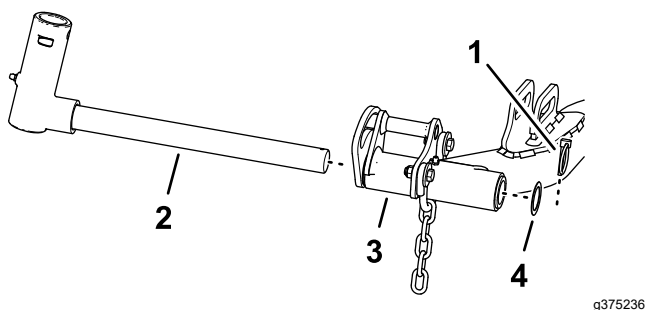

Figure 27
1. Retirez la goupille à anneau et la rondelle qui fixent l'axe de pivot au bras de levage, et sortez l'axe de pivot du bras de levage (Figure 27).